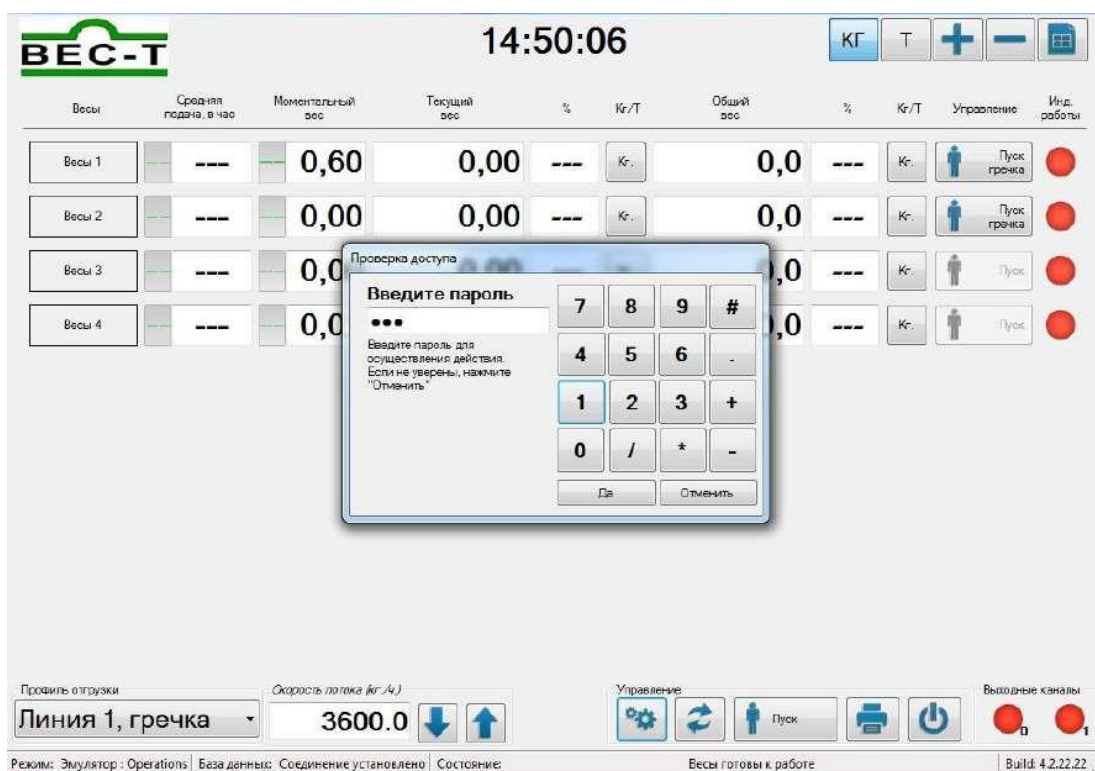

Рисунок 1.2 Ввод пароля
- 2.3. В открывшемся окне запроса пароля, представленном на Рис. 1.2, введите пароль Калибровки (см. раздел Пароли в Паспорте на изделие) и нажмите кнопку <ДА>.